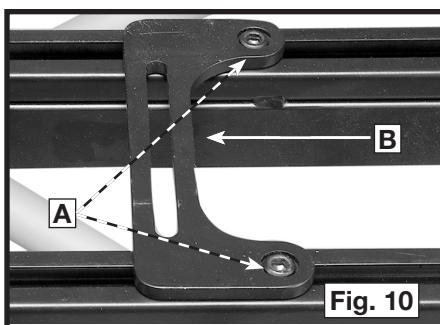

Fig. 10
1. Use la llave hexagonal suministrada para aflojar los tornillos (A), Fig. 10, del conector móvil de la sierra (B).